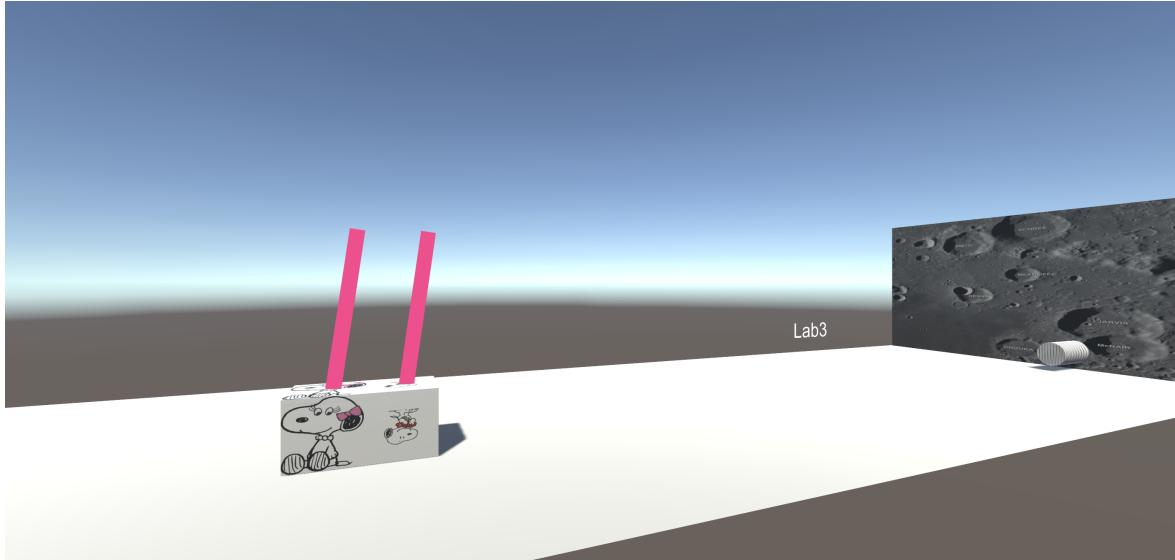
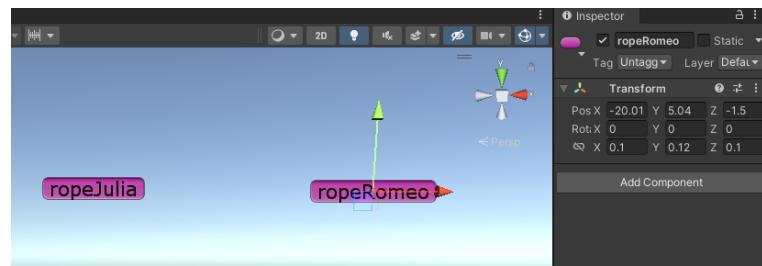

Abbildung 12: Experiment Übersicht
Abbildung 13: Experiment Übersicht
Zur Kontrolle der Werte und Grafik Erstellung werden zwei verschiedene CSV Dateien erstellt, eine für den Schwung von Julia und eine für den Schwung von Romeo. Der gesamte Labaufbau in Unity ist in der Abbildung 12 zur Laufzeit visuell dargestellt.
- Seile: Die Seile die in der Abbildung 12 in Pink ersichtlich sind, werden von den Würfel zu den vordefinierten Punkten wie in Abbildung 13 ersichtlich sind, gezeichnet.